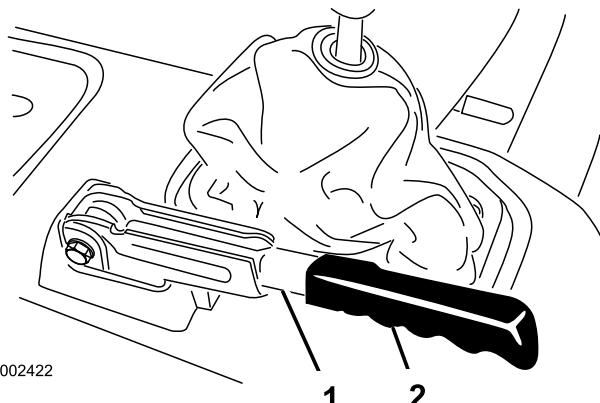

Bild 73
1. Nehmen Sie den Gummigriff vom Feststellbremsshebel ab (Bild 73)